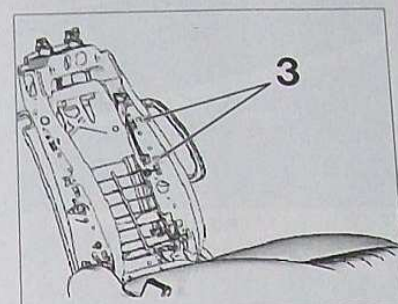

FIG. 17
Déposer les écrous (3) et l'airbag de siège (Fig.17)